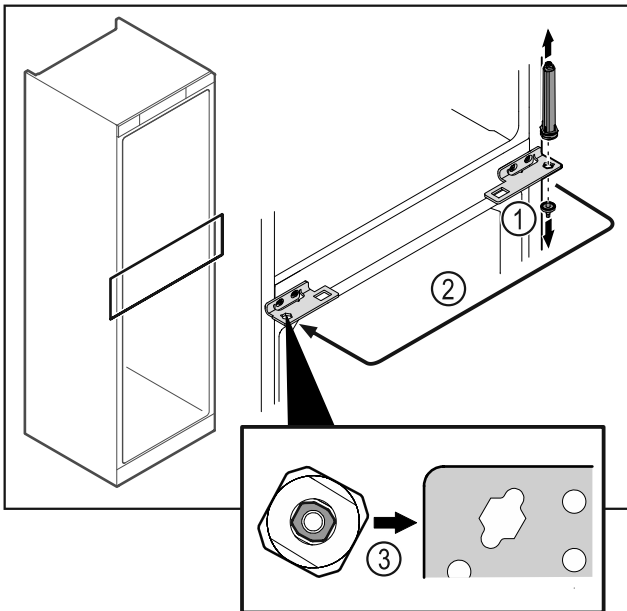

Fig. 48
- ▶ Ξεβιδώστε τον πείρο του μεντεσέ Fig. 48 (1).
- ▶ Μεταφέρετε το σύστημα κλεισίματος πόρτας Fig. 48 (2).
- ▶ Βεβαιωθείτε ότι κατά την τοποθέτηση η λοξοτομή του πείρου είναι στραμμένη Fig. 48 (3) προς τη στρογγυλή οπή.